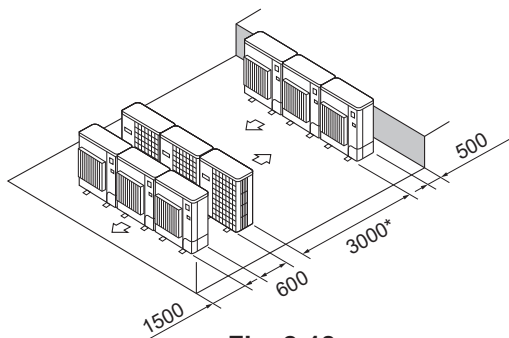

Fig. 2-18
- ⑥ Розміщення блоків на кількох паралелях (Fig. 2-18)